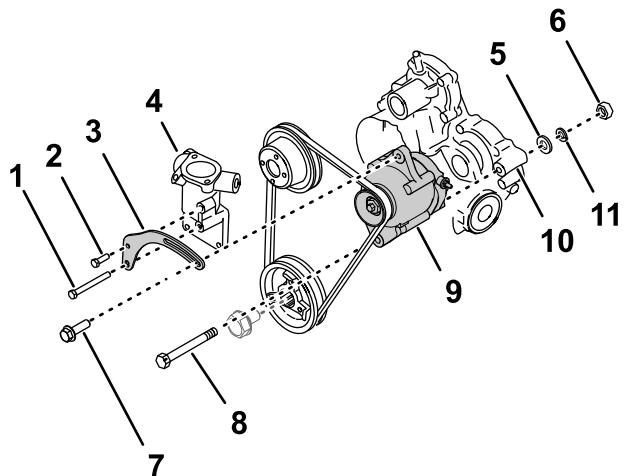

Figura 243
- Alinee los orificios en el nuevo soporte de tensión de la correa con los orificios en la carcasa del termostato (Figura 243).
- Ensamble el soporte de tensión de la correa a la carcasa del termostato y el cabezal del cilindro con el perno del soporte de tensión corto en el orificio superior y el perno del soporte de tensión largo en el orificio inferior (Figura 243).
- Alinee el orificio inferior en el alternador (60 A) con el orificio en la carcasa de engranajes del motor y coloque la correa sobre la polea del alternador (Figura 243).
- Monte provisionalmente la tuerca (10 mm) en el perno de pivot (Figura 243).
la correa y el orificio roscado en el alternador (Figura 243).
- Gire el alternador hacia fuera, hasta que logre tensión en la correa para que esta se desvíe 10 mm al aplicar una fuerza de 4,5 kg en la correa, a medio camino entre las poleas (Figura 243).